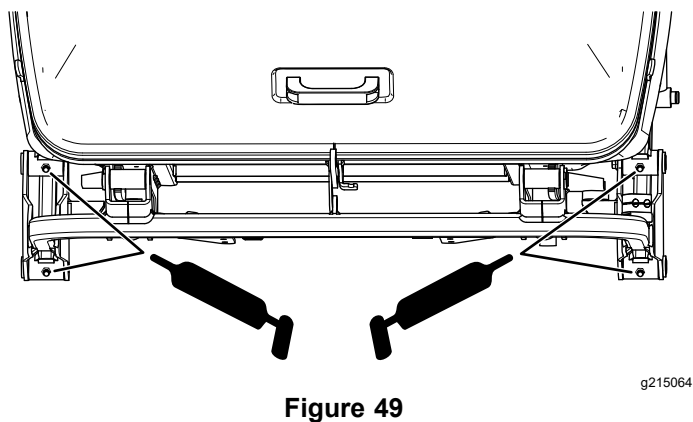

Figure 49
- Bras de trémie – point inférieur arrière (Figure 49)